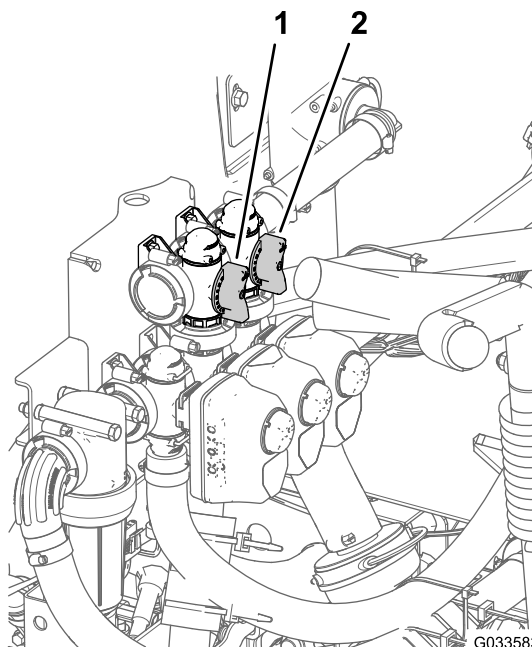

Figura 87
11. Reglați supapa de bypass de agitare (Figura 87) pe partea din spate a supapei de agitare până când valoarea presiunii indicată de manometru este de 6,9 bar.
8. Reglai maneta de bypass din seciunea principală pentru a controla nivelul de agitare din rezervor (Figura 87).